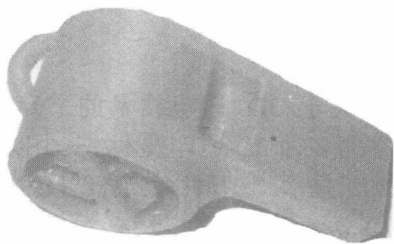

图 1-3 3D 打印的哨子
4) 3D 打印能加工制作现有的加工工艺及技术无法实现的结构。很多做三维设计的设计师发现,在设计完图样进入开模具制作阶段时,部分设计结构无法进行模具制作,而对于3D 打印,只要能画得出三维零件,3D 打印机就能打印实现。另外,现有工艺上,比如有些产品的实心部分,因为工艺及技术所限,不需要实心的部位无法掏空内部。而3D 打印机就可以通过打印参数设计,实现对这部分结构的空心化处理。有些奇怪的结构,常规工艺需要多零件拼接成型,而3D 打印机可以一体打印成型。如图1-3所示的哨子,打印机可以一次性打印出哨子外壳和内部的球体,里面的球体是活动的。理论上只要是计算机可以设计出来的造型,3D 打印机都可以打印出来,消费者只需下载设计图,就可以在数小时内打印出自己想要的任何东西,满足了人们的个性化需求。